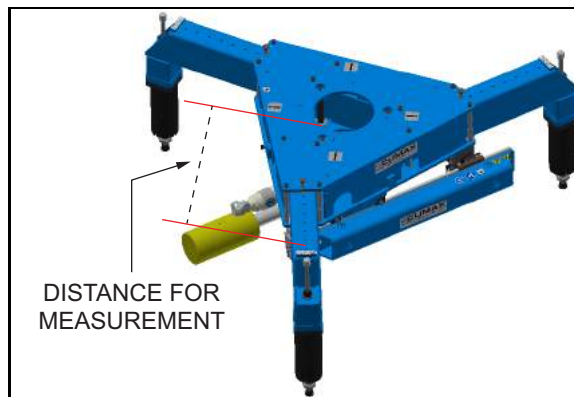

Рисунок 3-20. РАССТОЯНИЕ, ИЗМЕРЯЕМОЕ ДЛЯ УЗЛА КРЕПЛЕНИЯ НА НАРУЖНОМ ДИАМЕТРЕ
2. Прикрепите мерную ленту к отверстию внутренним диаметром 9" (228 мм) на верхней пластине узла крепления на наружном диаметре (см. рис. 3-20).